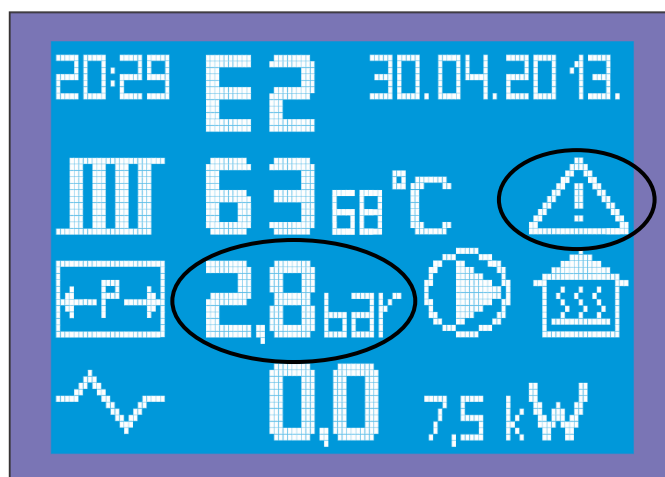

Figure 19: Avertissement lié à la pression de service
- En haut à gauche de l'écran sous la date apparaît le triangle d'avertissement qui clignote également (figure 19)
Pour que la chaudière continue de fonctionner il faut porter la pression dans le cadre des valeurs normales. Figure 19.